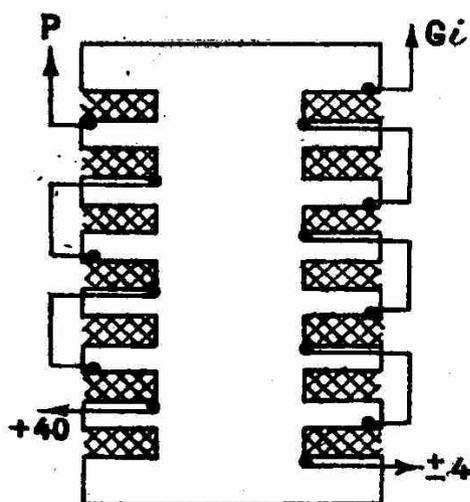

Fig. 11
ment et sous deux couches soie comprenant un nombre égal de tours par encoche (60), fig. 11. Comme nous l'avons déjà dit, les deux bobinages pourraient être effectués sur un mandrin unique dont les groupes de gorges P.O. et G.O seraient espacés de 4 à 5 cm. On aurait ainsi un oscillateur très peu encombrant. De même, le commutateur servant au changement de gamme pourrait être placé en bout du mandrin unique, de façon à réaliser un ensemble à fixation centrale très utile pour un montage resserré.